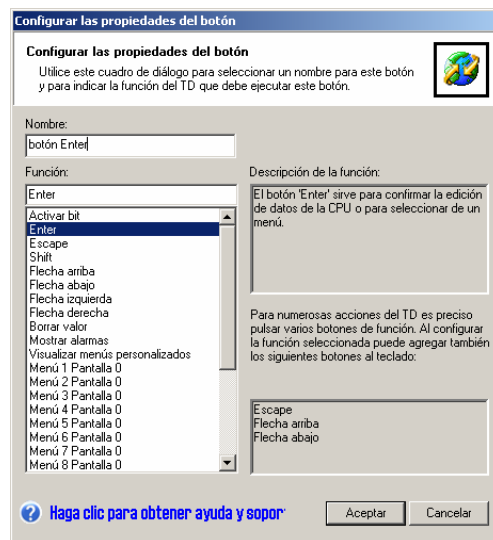

Figura 3-10 Cuadro de diálogo de propiedades del botón
3. Seleccione la función del botón e introduzca un nombre de función válido. Haga clic en “Aceptar”. La figura 3-10 muestra un ejemplo de las funciones de los botones del TD 200C.